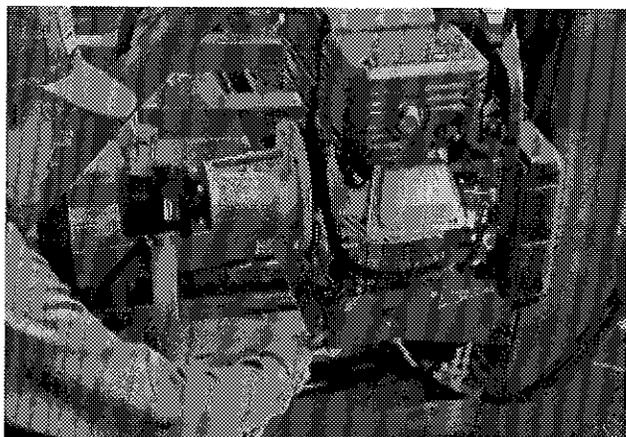

Figure 12
- 1) Attention, pour le transport, le moteur est fixé au châssis de façon temporaire afin de ne pas excéder la largeur permise sur la route. Le fixer solidement à sa place avant l'utilisation. (fig. 12)